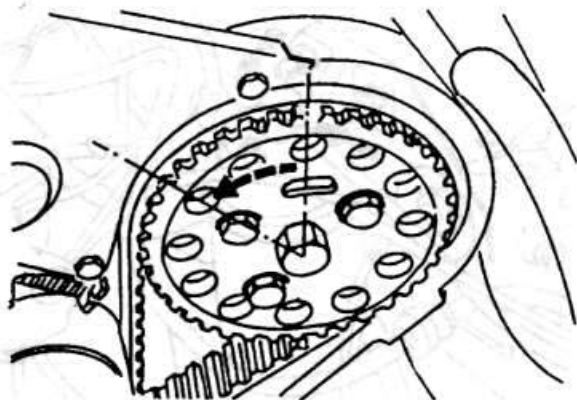

Рис. 2.161
- ♦ Включите четвертую передачу и медленно вращайте коленвал до тех пор, пока удлиненное отверстие в ремennom шкиве (на коленвале) не окажется в положении, соответствующем одиннадцати часам на часовом циферблате (см. рис. 2.161).